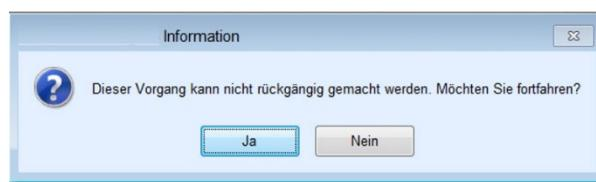

Abbildung 6.7: Infofenster für „Unverändert einfügen“
- **Keine gleichen eindeutigen ID-Nr. gefunden:** Vorgang mit Bestätigungsfenster fortsetzen, siehe **Abbildung 6.7**